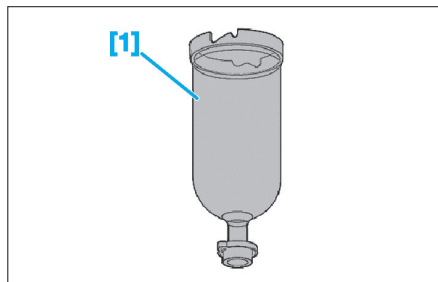

Fig. 40
- [1]. Cylindre de charge (réf : 4520-T) (Fig.40).